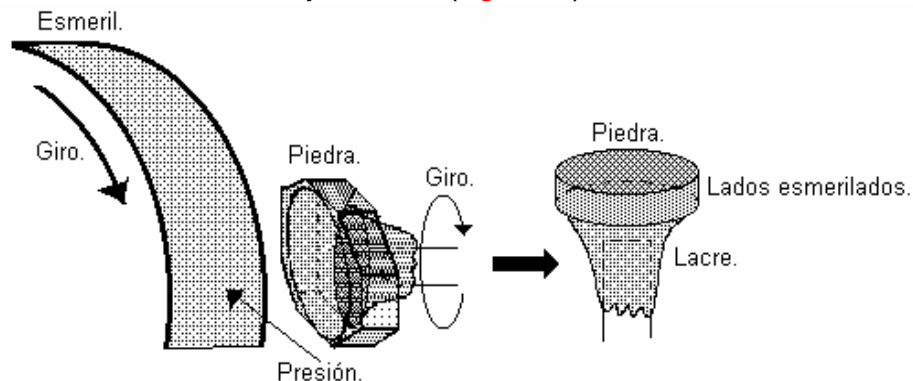

Figura 17: Esmerilado de la piedra.
A) Se le da la forma a la roca, haciendo una ligera presión sobre el esmeril y girándola paralelamente al borde del esmeril, se debe de comparar con la plantilla y esmerilar solamente las partes sobrantes, la piedra se debe de enjuagar y comparar constantemente, este proceso termina cuando la piedra es capaz de cruzar la plantilla sin que se noten sobrantes ni faltantes, por lo que conforme se aproxime a la forma se debe de tener mayor cuidado (**Figura 17**).